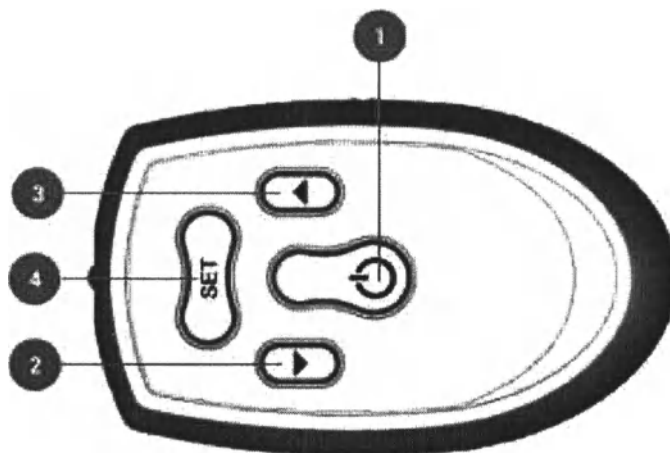

Рисунок 5.4 – Кнопки управления:
5.5.1 ПДУ (рисунок 5.4) предназначен для удаленного управления прибором.